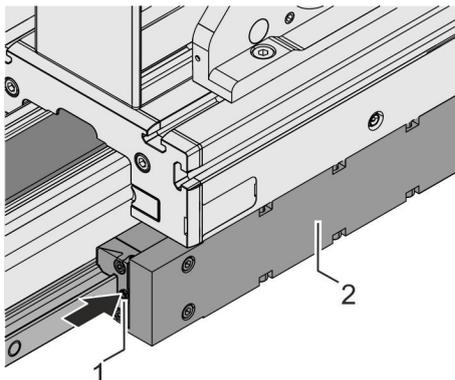

Abb. 45: Kugelschienenführung schmieren
1. → Schmierstellen (Abb. 45/1) auf beiden Seiten des Haltesystems (Abb. 45/2) reinigen.
Schmierstoffpresse nacheinander auf beiden Seiten des Haltesystems (Abb. 45/2) auf die Schmiernippel (Abb. 45/1) setzen und Haltesystem mit einer Schmierstoffmenge von 1,4 cm3 (0,7 cm3 auf jeder Seite) abschmieren.
3. ▶ Führungsschlitten mit dem Haltesystem (Abb. 45/2) über die komplette Hublänge (vor und zurück) verfahren, um den Schmierstoff gleichmäßig zu verteilen.